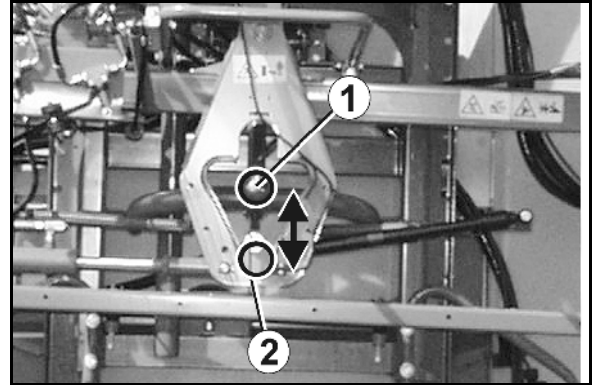

Fig. 84
Oplåsning af svingningsudligning (Fig. 84/1):
Låsning af svingningsudligning (Fig. 84/2):
- Svingningsudligningen er låst (Fig. 84/2), når det lukkede lås-symbol vises i displayet.